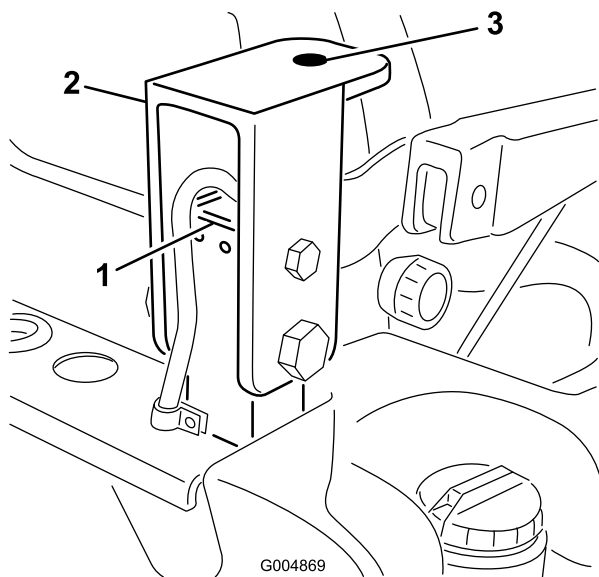

Figura 59
- Instale provisionalmente un soporte de montaje de la cabina a cada poste del ROPS con 2 pernos (1/2 x 3-1/2 pulgadas), 2 tuercas (1/2 pulgada), 2 pernos (3/4 x 3-1/2 pulgadas) y 2 tuercas (3/4 pulgada) (Figura 59). Asegúrese de que el taladro de la placa superior está orientado hacia adelante. No apriete los pernos todavía.